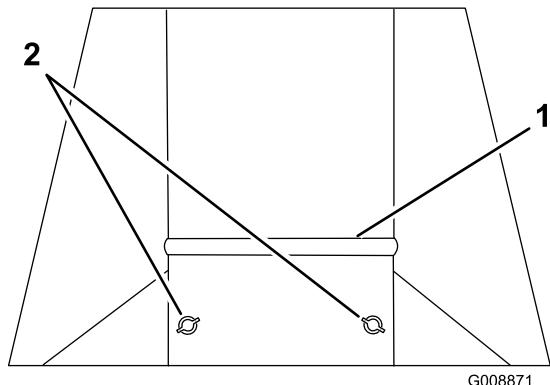

Bild 8
2. Lösen Sie die 2 Muttern an der Rasenzustandsplatte und schieben Sie die Platte nach oben, wenn Sie kurzes, trockenes Gras schneiden. Schieben Sie die Platte nach unten, wenn Sie langes, feuchtes Gras schneiden (Bild 8).